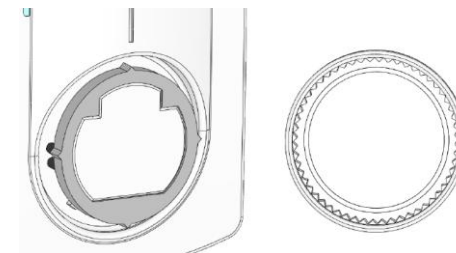

Fig. 2
5. Stecken Sie den inneren Einsatz wieder auf den Thermostaten (Fig. 2)